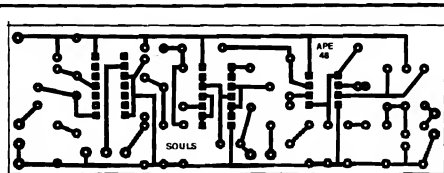

Fig.2
- FIG. 2 - LAY OUT DO CIRCUITO IMPRESSO ESPECÍFICO - Com todas as funções basicamente centradas nos três Inte-